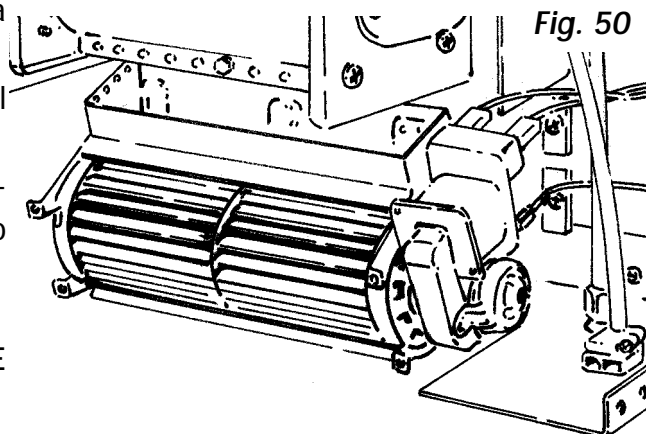

Fig. 50
- Togliere le connessioni elettriche presenti sul motore del ventilatore (**Fig. 50**).